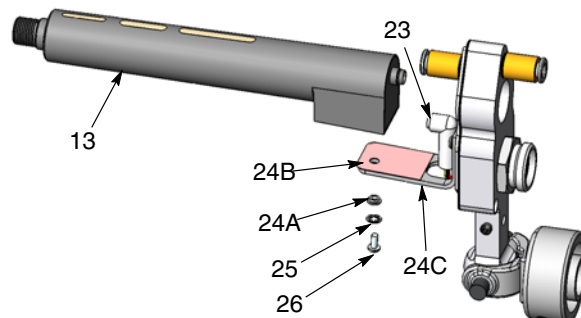

Figura 33 Substituição do multiplicador
4. Consulte a figura 33. Remova o parafuso (26) e a anilha de segurança (25), depois retire o multiplicador (13) do suporte (24C).
5. Desligue a ficha da cablagem (23) do multiplicador.